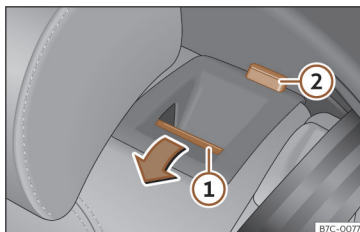

Fig. 112 Banco traseiro: rebater o encosto.
- Pressione o botão de desbloqueio »»» **Fig. 112** ① para a frente e, ao mesmo tempo, rebata o encosto. O encosto traseiro está desbloqueado quando se vê uma marca vermelha no botão ②.
O encosto traseiro está desbloqueado quando se vê uma marca vermelha no botão »» **Fig. 112** ②.